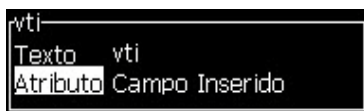

Figura 5-26: Atributo - Campo indicado
- 4 Pressione a tecla *Enter* para abrir a caixa de diálogo de configuração para campos de usuário de texto (Figura 5-26).